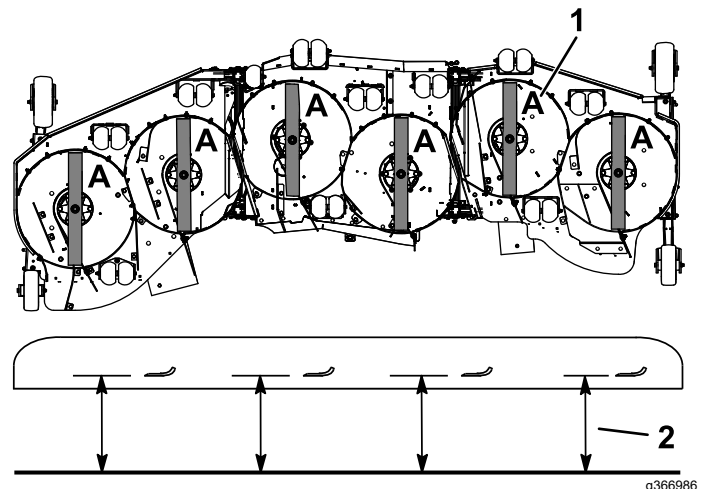

Figura 72
3. Gire las cuchillas hasta que los extremos estén orientados hacia adelante y hacia atrás (Figura 72).
4. Mida desde una superficie nivelada hasta el filo de corte, posición A, de las cuchillas (Figura 72).